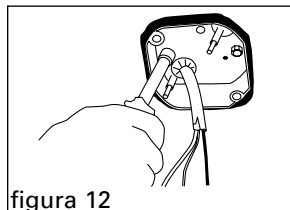

figura 12
9. Entre la caja de empalme en el hueco en el techo y sobre las pernas de la abrazadera. Sujete la caja de empalme a la abrazadera con las dos tuercas de nylon (figura 12). **¡Asegurese que apriete bien las tuercas! No sobre apriete.**